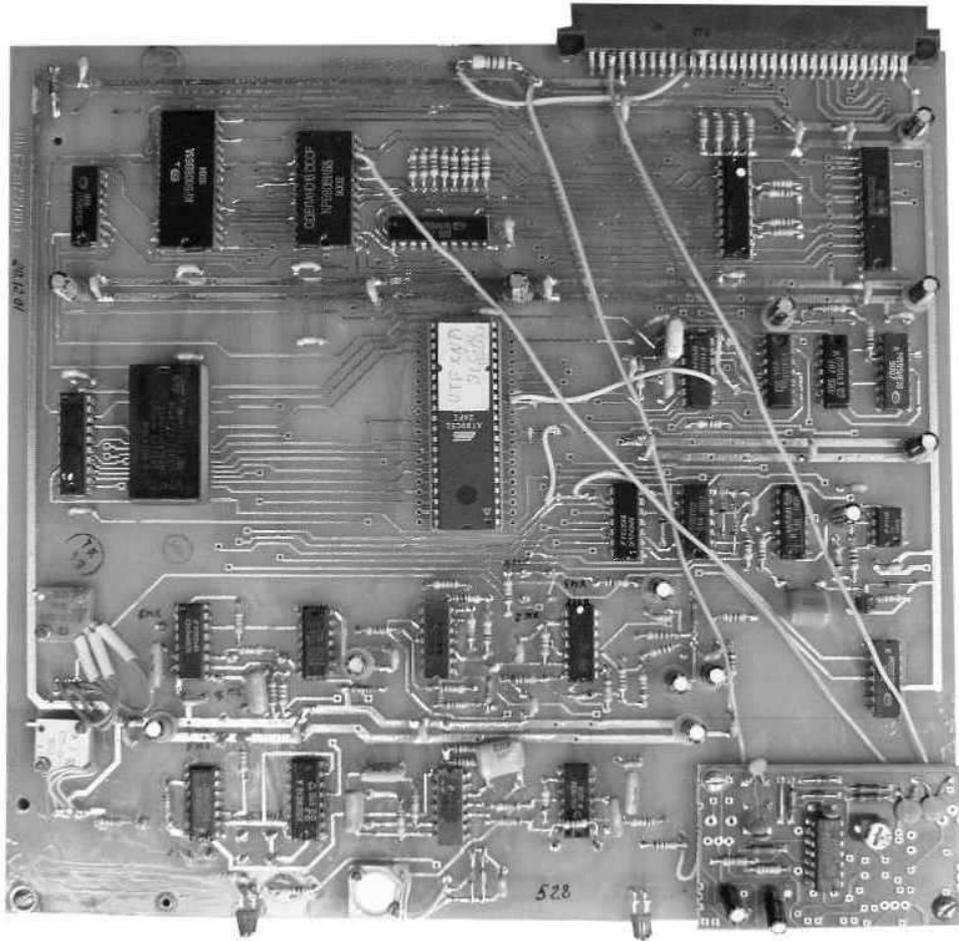

Рисунок 6
3.3.1 Приток-А-Ф. Вариант 1 (рис. 6). Этот вариант создан путем доработки РТР Фобос – 3 (Фобос – ТР). Были доработаны модули: УЛК, УЦР и блок ретранслятора. На плате УЛК была изменена схема защиты входов мультиплексов, изменена схема питания мультиплексов (см. Приложение 1). На плату УЦР была установлена дополнительная плата, на которой был смонтирован усилитель частоты 18 кГц. Создано новое программное обеспечение микропроцессора. Этот вариант работает в комплекте с КСПИ – 03 Приток-А-Ф и КСПИ – 04 Фобос. Ретранслятор обеспечивал работу с ППКОП Приток – А, УО типа Атлас – 3Т. Выпуск Варианта 1 продолжался до конца 2002 года.